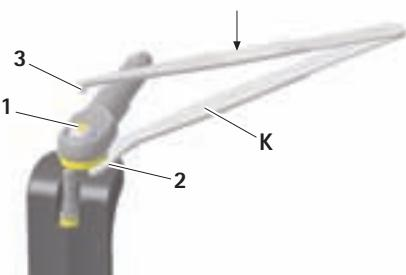

Рис. 5
- ▶ Задвинуть пинцет K стороной захвата 2 под соединение и нажать стержнем пинцета 3 на болт 1 зеркала D, см. Рис. 5.